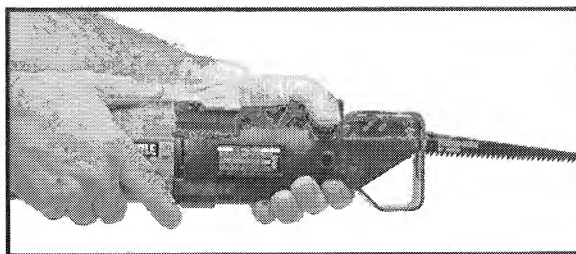

Fig. 4
**ADVERTENCIA:** PARA PREVENIR UN CHOQUE ELECTRICO, HAY QUE AGARRAR LA SIERRA COMO ESTA ILUSTRADO EN FIG. 4.
**ADVERTENCIA:** Tenga extrema precaución para hacer cortes ciegos. Asegúrese que no haya objetos ajenos, tal como alambres eléctricos, tubería, etc., que puedan hacer contacto con la segueta. **ASEGURE QUE USTED AGARRE LA SIERRA COMO ESTA ILUSTRADO EN FIG. 4.**